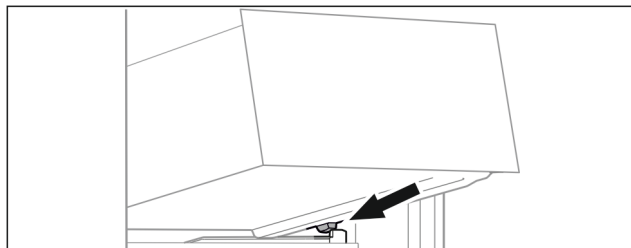

Fig. 32
► Lade schuin achter de stoppers op containerrib plaatsen. (zie Fig. 32)